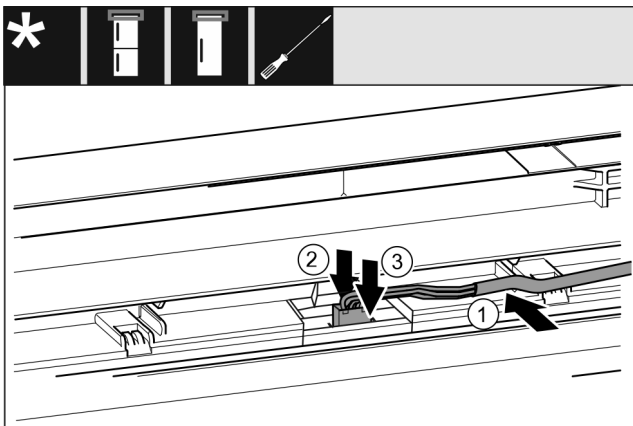

Fig. 33
- ▶ Sivý kábel vložte do vedenia v horných dverách. Fig. 33 (1)
- ▶ Výstupok potlačte dozadu. Fig. 33 (2)
- ▶ Zaklapnite zástrčku. Fig. 33 (3)